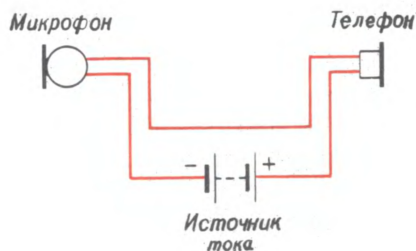

Рис. 41. Принцип действия телефонной связи
*Телефонный аппарат* тоже невозможен без электромагнита. Чтобы смонтировать его (рис. 41), необходим источник постоянного тока, линия связи, микрофон и телефон.